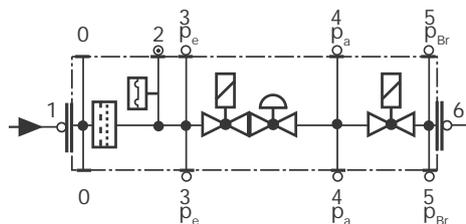

Fig. 52
- Pulire o sostituire il filtro se la differenza di pressione fra i punti 1 e 3 (Fig. 52) è $\Delta p > 10$ mbar.
- Pulire o sostituire il filtro se la differenza di pressione fra i punti 1 e 3 (Fig. 52) risulta raddoppiata dall'ultimo controllo.